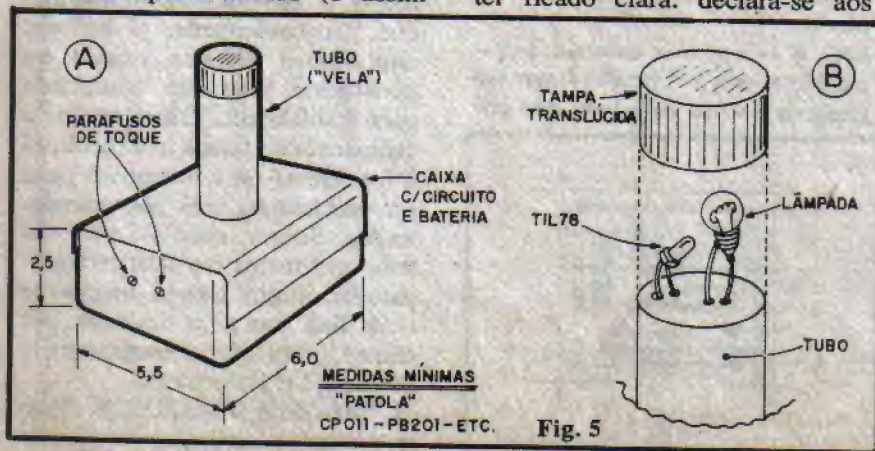

Fig. 5
- **FIG. 5** - Sugestão para "encaixamento" da LAMA e detalhes do conjunto óptico. Em 5-A temos a "cara" final da LAMA, com a plaquinha do circuito e a bateria acomodadas numa caixa com medidas mínimas de 6,0 x 5,5 x 2,5 cm. (sugestões: "Patola" CP011, PB201, etc.). Sobre a caixa básica, um tubo (plástico) medindo aproximadamente 10,0 de altura por 2,5 cm. de diâmetro pode ser fixado com cola de **epoxy** (tipo "Araldite") ou de ciano-acrilato (tipo "Super-Bonder"). No topo desse tubo, uma campânula translúcida deve acomodar o conjunto óptico, formado pela lâmpadinha e pelo foto-transistor (detalhes em 5-B). É **importante** que o TIL78 tenha sua "cabeça" sensora apontada para a lâmpada, de modo a receber diretamente a luminosidade desta. Uma prática sugestão para o tubo/campânula é o uso de embalagens de remédios ou cosméticos (muitas têm a forma e estrutura recomendada) que, frequentemente, já incluem uma tampa plástica branca ou translúcida, bastante apropriada para a finalidade. Observar que a campânula ou tampa que recobrirá o foto-transistor e a lâmpada **deve** ser translúcida, mas **não transparente**... Se por acaso o Leitor obteve uma tampa em plástico transparente, basta lixá-la levemente (usar lixa fina para madeira), por dentro, para que a transparência dê lugar à translucidez...